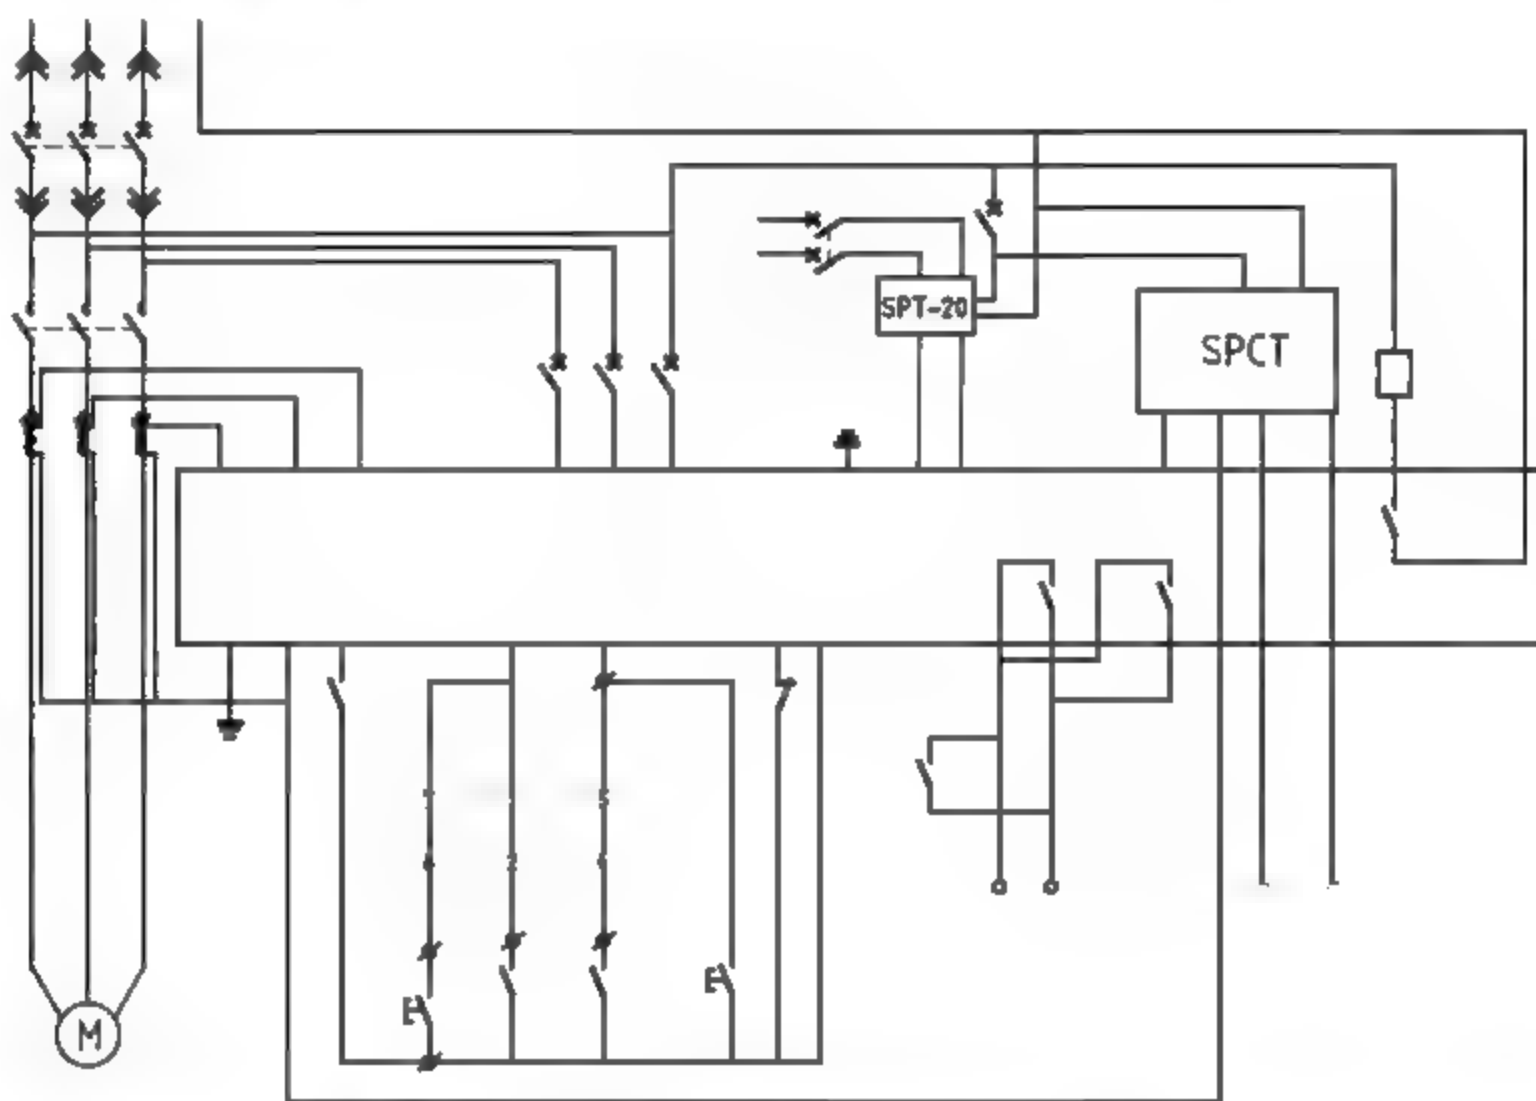

图10-35 布置元器件的最终结果
**23** 布置电气元件图形的最终操作结果如图10-35所示。